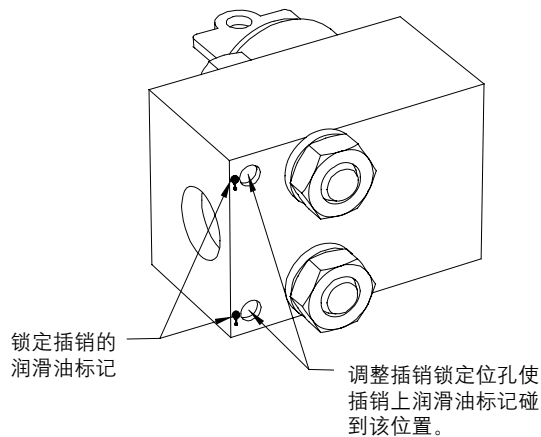

图 4.1 - 安装到门上的锁定插销组件
3. 打开机柜的门，检查钥匙组件。在锁定插销的插销上涂上可清晰看到的润滑剂。厂家建议使用黄色扭矩密封剂，但如果没有该产品，可选用另一种润滑剂。(请参见图 4.1)
4. 栓紧机柜门，使锁定插销对应件的插销与锁定插销组件接触。这样操作后，应在插销接触的组件上留下扭矩密封剂或润滑油的两个标记(请参见图 4.1 - 锁定插销组件)。